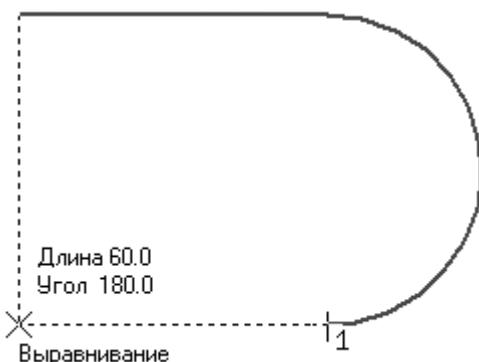

Рис. 2.16. Построение геометрической фигуры путем последовательного ввода графических объектов
5. Опять перейдите в режим построения отрезка, для чего щелкните кнопкой мыши на кнопке Отрезок группы переключателей Тип. Перемещайте указатель мыши влево до тех пор, пока не сработают привязки так, как показано на рис. 2.16. Щелкните в этот момент кнопкой мыши, тем самым вы создадите отрезок с началом в конечной точке дуги и концом в точке фиксации указателя.